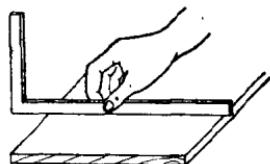

图 1-5 检查平面
4.检查平面 用曲尺检查较宽木料的平面时，可用手捏住曲尺的尺翼，将曲尺立置在木料面上所要检查的部位，目视尺边与木料表面的缝隙就知道凹凸了(图1-5)。